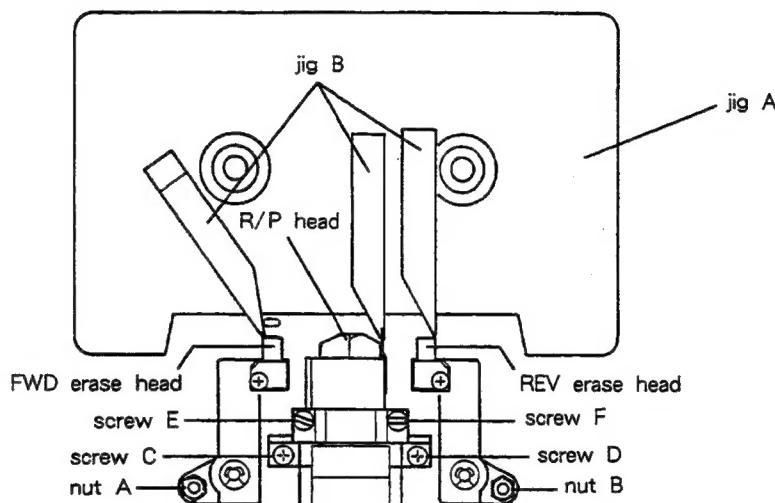

Fig. 2-6
- 1). Set jig A as shown in Fig. 2-6, then set the deck to FWD/PLAY mode.
If it doesn't, adjust Allen nut A shown in Fig. 2-6.
- If the head is both high (or low) in FWD and REV modes, replace the spacer under screws C and D (Fig. 2-6) with a thin (or thick) one. (Add or remove the same number of spacers with the same thickness for both screws C and D.)
- 1). 図2-6のように治具Aをセットし、FWD/PLAYモードにする。
そうでない場合は、図2-6の六角ナットAを調整する。
ねじC, D(図2-6)の下のスペーサーを板厚の薄い(厚い)ものに換える。(C, D同じく厚さのスペーサーを同枚数増減すること)
- 7). Play back the 10 kHz signal on test tape MTT-256 in FWD/PLAY mode, then adjust FWD azimuth adjustment screw E (Fig. 2-6) so that the phase difference between the L and R channels is 0° .
- 7). FWD/PLAYモードでテスト・テープ MTT-256の 10kHz を再生して、LchとRchの位相差が 0° になるようにFWD用アジャス調整ネジE (図2-6) を調整する。